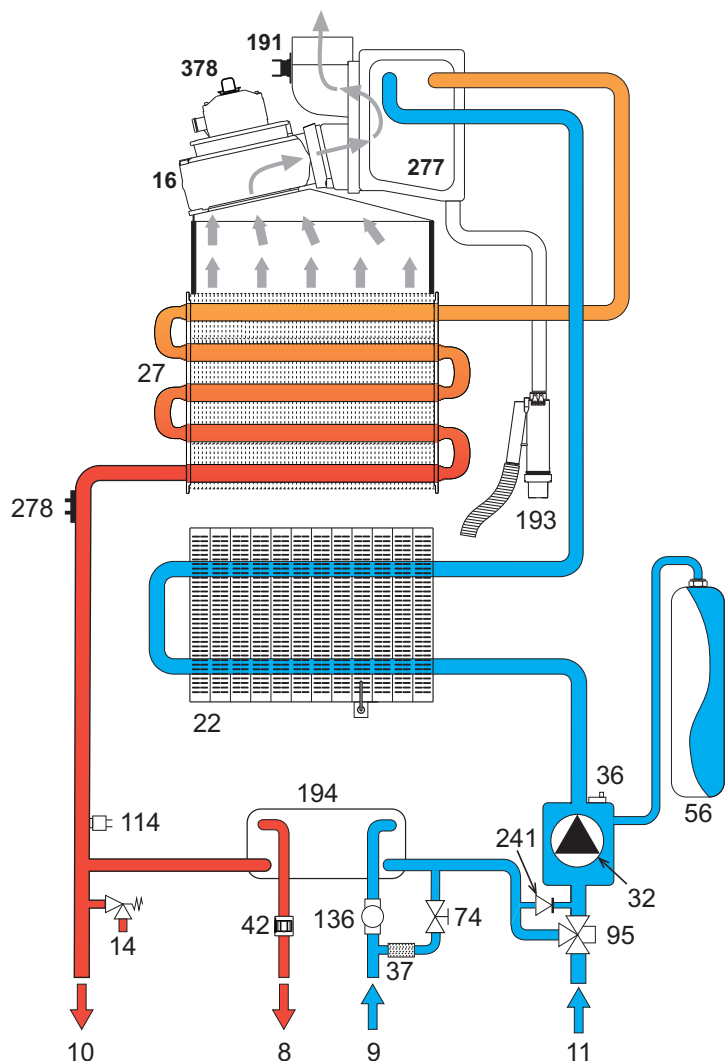

fig. 27 - Circuito riscaldamento
**Tabella. 9 - Legenda, fig. 26, fig. 27 e fig. 28**